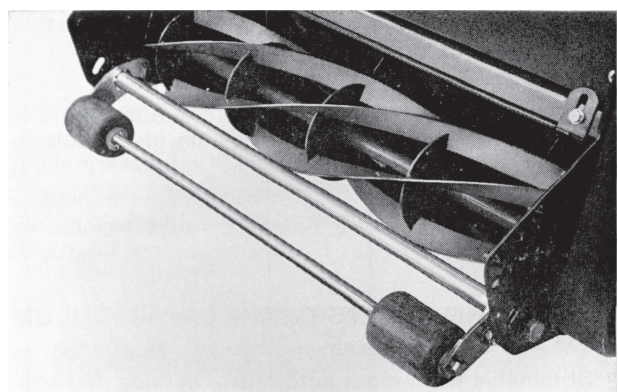

Fig. 8.12
8.12 MARQUIS: SIDE ROLLS (Fig. 8.12)